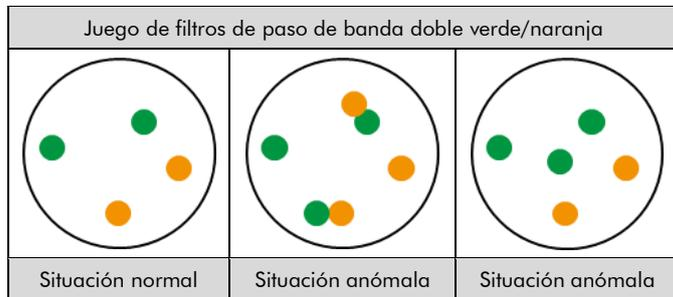

Fig. 2: Resultados previstos en núcleos normales y anómalos
**Situación normal:** En las interfases de células normales o células sin una translocación que afecte a las regiones génicas correspondientes, aparecen dos señales independientes de color verde y naranja (ver Fig. 2).
**Situación anómala:** Una fusión génica se indica mediante una señal naranja independiente, una señal verde independiente y dos señales de fusión naranja/verde. Tres señales verdes y dos señales naranjas son el resultado de una translocación que afecta a la región del gen MECOM (ver Fig. 2).